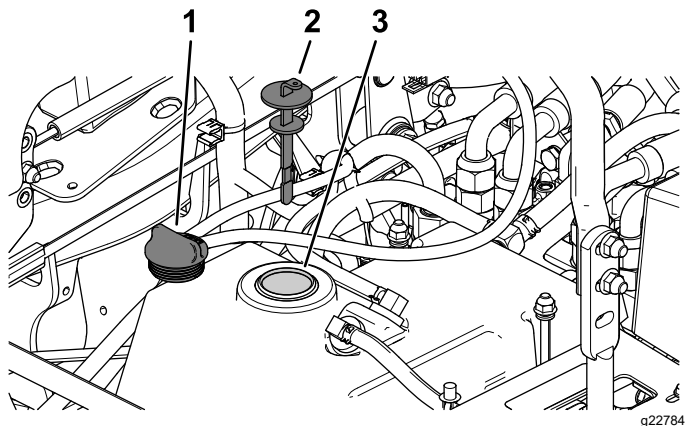

Bild 66
5. Nehmen Sie den Deckel des Hydraulikbehälters ab (Bild 66).
6. Nehmen Sie den Peilstab heraus und wischen Sie ihn mit einem sauberen Lappen ab (Bild 66).